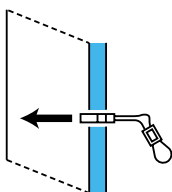

Fig. 2
- 5 Montez les tiges en plastique du goujon dans la rainure de l'extrémité en métal du goujon, de façon à ce qu'il puisse être placé dans le trou 1/2" foré dans le mur (voir Figure 2).